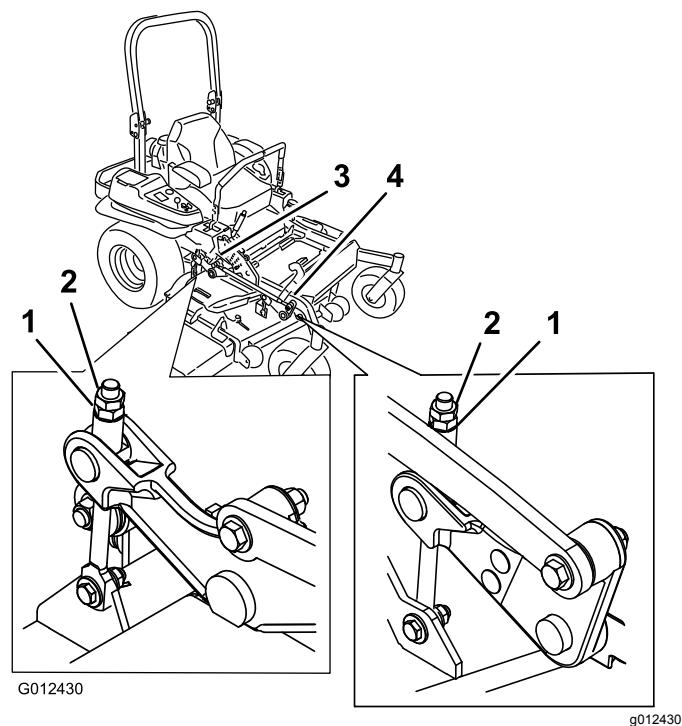

Figura 93
11. Gire el tornillo de ajuste hasta obtener una altura de 7.6 mm (3") (Figura 93).
17. Gire el tornillo de ajuste hasta obtener una altura de 8.3 cm ($3\frac{1}{4}$ ") (Figura 93).